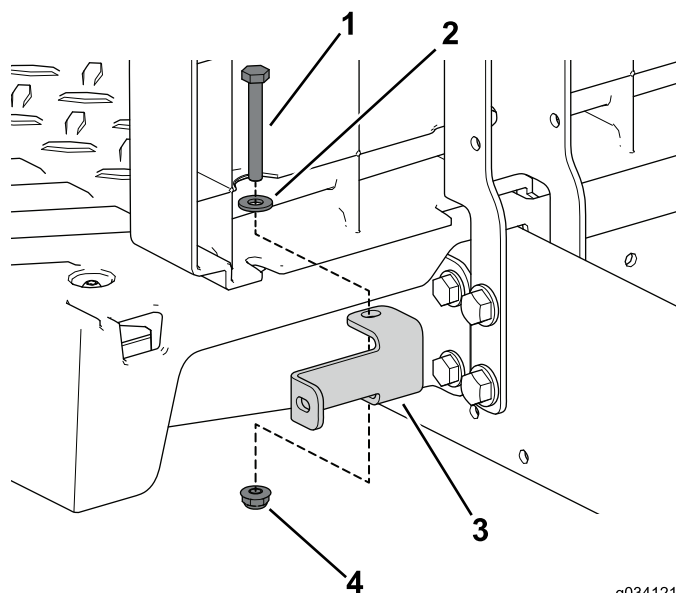

Bild 87
7. Befestigen Sie die linke und rechte Plattenhalterung mit den zwei Schrauben ($\frac{1}{4}" \times 2"$), der Scheibe und Sicherungsmutter an der Maschine (Bild 87).
8. Befestigen Sie die linke Abdeckung mit den vier Blechschrauben am Sitz (Bild 87).